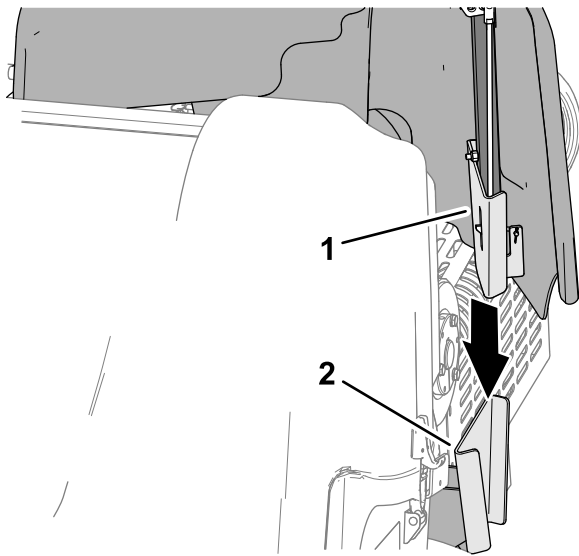

Figure 133
1. Alignez le support du protège-courroie sur le support de capot du cadre de la machine (Figure 133).